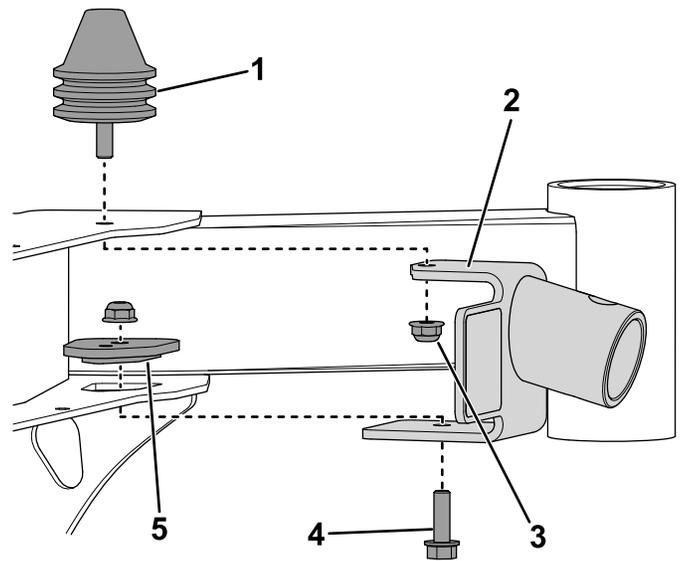

Figura 2
3. Fije el soporte del gato al bastidor con 1 perno, 2 contratuercas, la placa de apoyo y el parachoques que se retiró anteriormente (Figura 2).